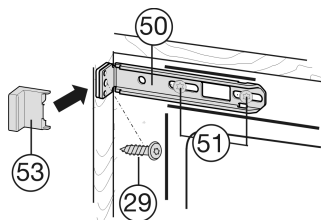

Fig. 23
- Afloje ligeramente los tornillos Fig. 23 (51).
- Atornille la escuadra de fijación Fig. 23 (50) superior con el tornillo para tablero de partículas Fig. 23 (29) $\varnothing 4 \times 19$ en la pared del mueble.
- Saque el extremo saliente de la cubierta Fig. 23 (53).
- Apriete los tornillos Fig. 23 (51).
- Coloque la cubierta Fig. 23 (53).